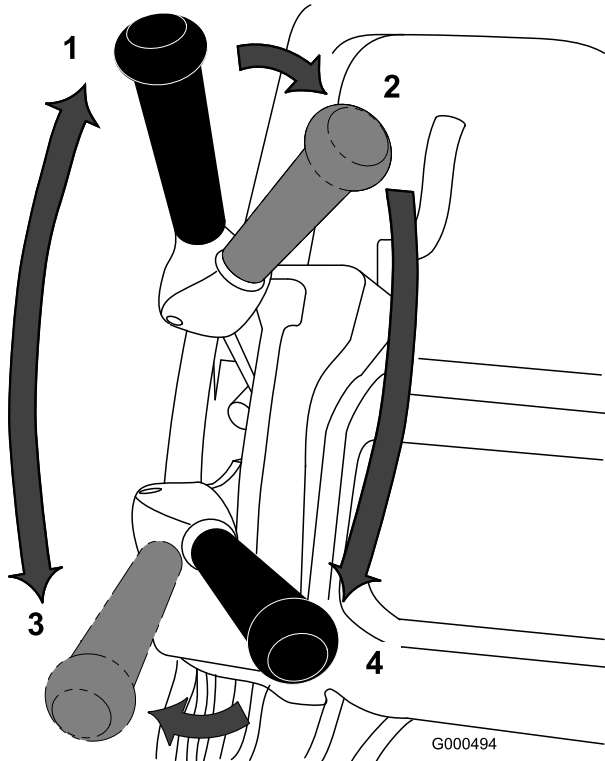

图30
1. 启动机器、将速度控制杆设为“零”位置、向下推动手柄以提起滚刀组、压低操作员到位控制装置、将牵引杆移至“接合”位置（图30）、缓慢增加速度控制设置、使剪草机行驶到果岭的环圈上。
3. 首先分离牵引杆、然后将其向左前方移动、接合牵引和滚刀驱动（图30）。